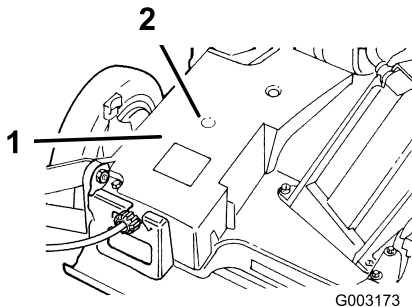

Figura 25
2. Conecte una pistola de engrasar en el punto de engrase a través del hueco de la cubierta de la correa (Figura 25).